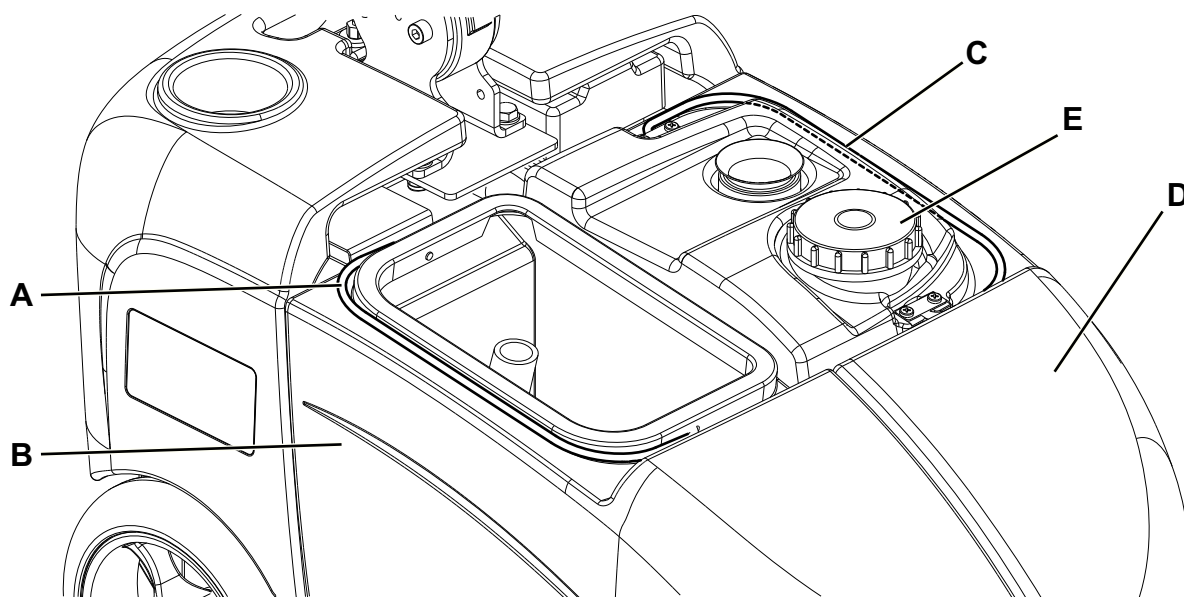

Рис. 3
- Выключите машину, повернув ручку (32) в положение «0».
- Снимите прозрачную крышку (24).
- Возьмитесь за ручку (А, Рис. 3) и поднимите расширительный бачок (В).
- Возьмитесь за ручку (С, Рис. 3) и поднимите бачок с раствором (D).